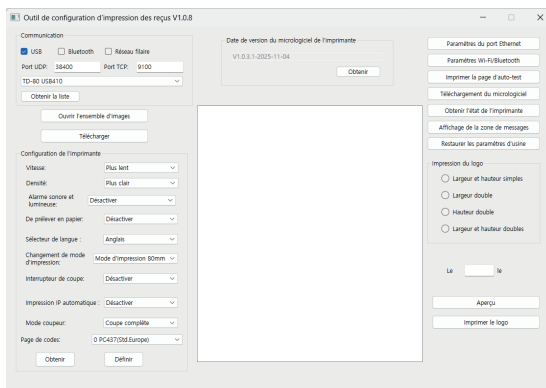

Fig.1
① Maintenez le câble USB correctement connecté. Ouvrez l'outil de configuration (voir Figure 1).